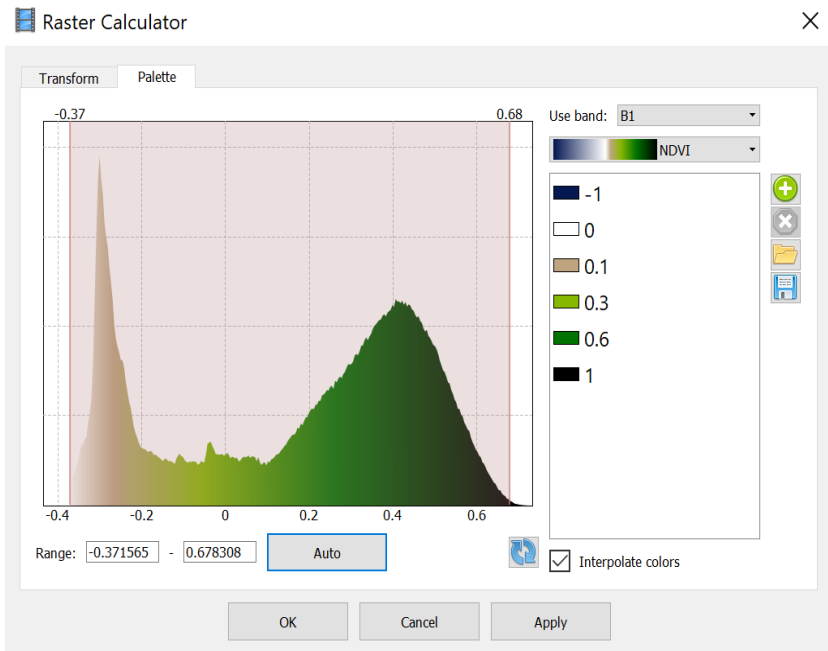

Рис. 8.4. Вікно вкладки «Палітра» діалогу Растровий калькулятор
6. Для перегляду розрахованих значень індексів вибираємо опцію «**Enable transform / Включити перетворення**» і переходимо на вкладку **Palette / Палітра** діалогового вікна **Растровий калькулятор** (рис. 8.4).